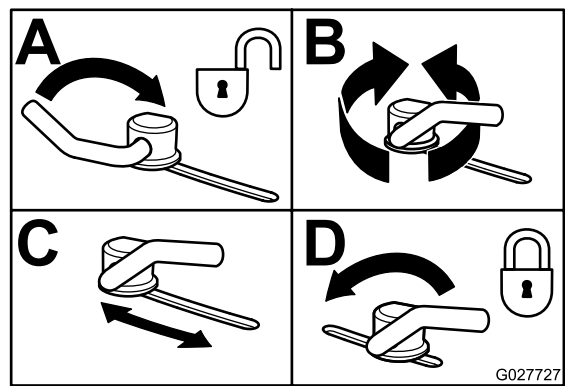

Figure 27
- Pour régler les verrous à came, soulevez le levier pour desserrer le verrou (Figure 27).
- Repoussez le levier à sa position d'origine pour serrer le déflecteur et les verrous (Figure 27).